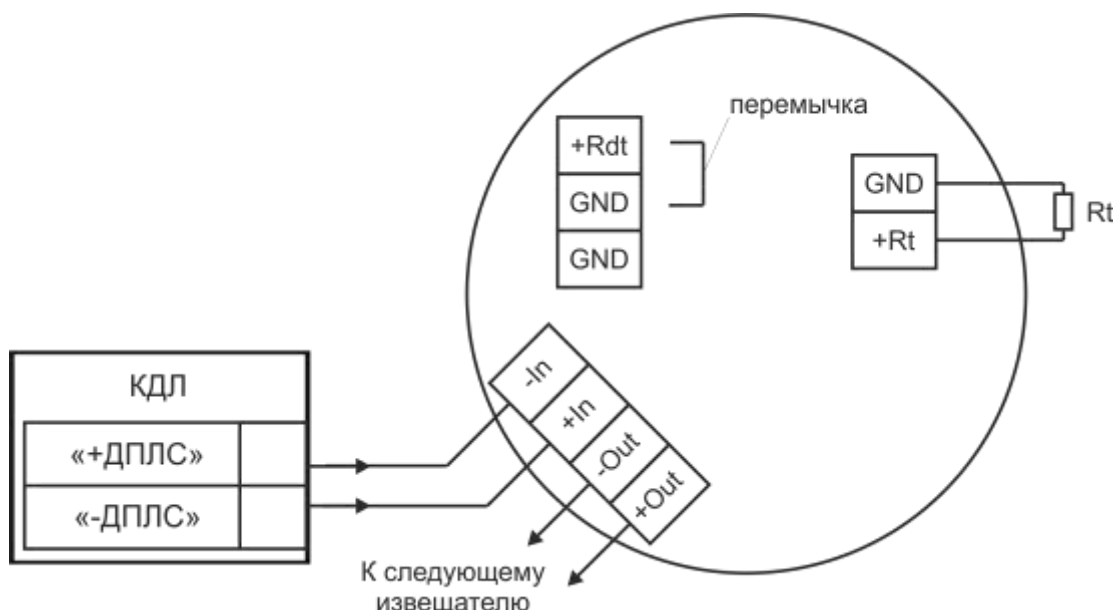

Рисунок 3 – Типовая схема включения извещателя в двухпроводную линию связи КДЛ
2.2.1 Выбор температурного класса извещателя производится установкой резистора R_t в клеммы GND и +Rt (см. таблицу 2, рисунок 3).
2.2.2 Установка дифференциального режима (R) осуществляется переключкой (джампером) между контактами +Rdt и GND (см. таблицу 3, рисунок 3).
- резистора R_t в клеммы GND и +Rt (см. таблицу 2, рисунок 3);
- переключки на контакты +Rdt и GND (см. таблицу 3, рисунок 3).
- осуществить монтаж соединительного кабеля в кабельном вводе и соединить проводники в соответствии со схемой подключения (см. рисунок 3).